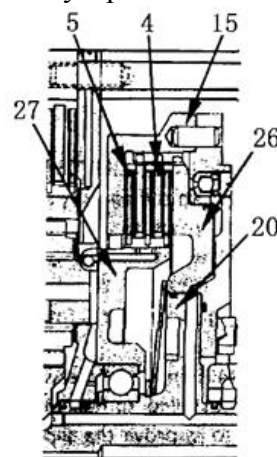

Рис. 5-24
2) Включающий механизм (см. Рис. 5-24)